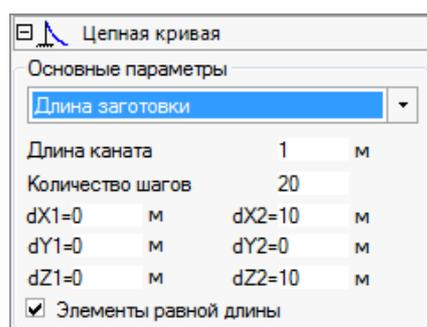

Рисунок 2.113
- **Длина заготовки** (рисунок 2.113):